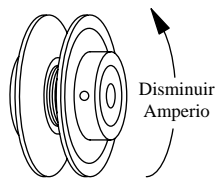

Fig. 5
- **Ajustar la polea.** Con un amperímetro, mide el amperio del motor. Ajuste la polea del motor hasta que el amperio sea menos por poco de lo que se especifica la placa de identificación del motor. Al ajustar la polea, afloje el tornillo de ajuste con punta plana y gire la polea. Apriete el tornillo de modo que la punta del tornillo queda sobre el área plana, si no, dañaría las roscas. El incrementar el diámetro de la polea, incrementa también el amperio; el disminuir el diámetro de la polea, disminuye también el amperio (véase fig. 5). Vuelva a inspeccionar la alineación de la correa.